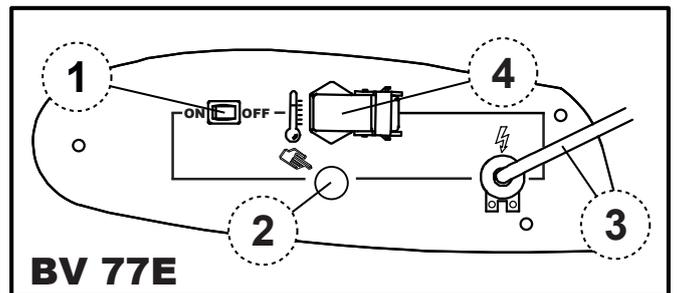

Figure 2 (A - B)
- Mettre l'interrupteur (1 Fig. 2) dans la position rapportant le symbole: "ON" le ventilateur se met en marche et, après quelques secondes, la combustion commence.
Lors de la première mise en service ou après la vidange complète du circuit du gasoil, le flux de gasoil en direction de la buse peut s'avérer insuffisant et causer l'intervention de l'appareillage de contrôle de flamme qui arrête le générateur ; dans ce cas, après avoir attendu environ une minute, appuyer sur le bouton-poussoir de réarmement (2 Fig. 2) et remettre l'appareil en marche.
2. Appuyer sur le bouton-poussoir de réarmement (2 Fig. 2);
Pour arrêter l'appareil, il est nécessaire de mettre l'interrupteur (1 Fig. 2) sur "OFF". La flamme s'éteint et le ventilateur continue de fonctionner jusqu'à ce que la chambre de combustion soit entièrement refroidie.
Le générateur est équipé d'un appareillage électronique de contrôle de la flamme. En cas de présence d'une ou plusieurs anomalies de fonctionnement, cet appareillage provoque l'arrêt de la machine et l'allumage du témoin du bouton-poussoir de réarmement (2 Fig. 2).
- Zet de schakelaar (1 Fig. 2) in de stand met het symbool: "ON" de ventilatorslaat aan en na enkele seconden wordt de verbranding gestart.
Bij de eerste ingebruikname of nadat alle olie uit het circuit is verwijderd, is de oliestroom uit de straalpijp mogelijk onvoldoende, zodat de vlamregelaar van het toestel ervoor zorgt dat de generator wordt uitgeschakeld; in dat geval wacht u ongeveer een minuut en drukt u vervolgens op de opstartknop (2 Fig. 2) om het toestel opnieuw op te starten. Als het toestel niet correct werkt gaat u in eerste instantie als volgt tewerk:
2. Druk op de opstartknop (2 Fig. 2);
Om het toestel uit te schakelen dient u schakelaar (1 Fig. 2) in de stand "OFF". De vlam gaat uit en de ventilator blijft werken tot de verbrandingskamer volledig is afgekoeld.
De generator is voorzien van een elektronisch instrument ter besturing van de vlam. Als er zich afwijkingen in de werking voordoen zorgt dit instrument ervoor dat het toestel wordt uitgeschakeld en de opstartknop (2 Fig. 2) wordt geactiveerd. Er wordt een oververhittingsthermostaat geactiveerd die ervoor zorgt dat de olietoevoer wordt onderbroken als de generator oververhit raakt: de thermostaat wordt automatisch opnieuw ingesteld zodra de temperatuur van de verbrandingskamer tot onder het toegestane maximum is gedaald.